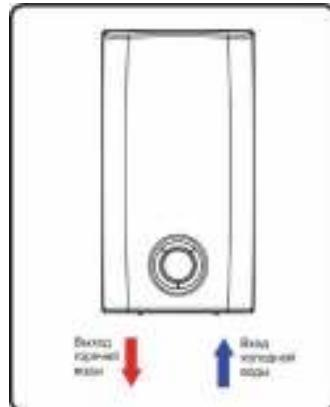

Рисунок 1. Монтаж ПЭВН Thermex Topflow Pro 21000, Topflow Pro 24000
**Установка моделей Thermex Topflow Pro 21000, Topflow Pro 24000, осуществляется в соответствии с Рис.1:**